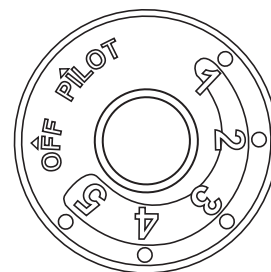
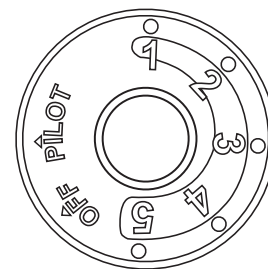

Fig. 22b
Fig. 23b
3. Gire la perilla de control  hacia la derecha a la posición "OFF" (Ver Fig. 22b)
4. Espere cinco (5) minutos para que se vacíe todo el gas. Luego huela en busca de gas, incluyendo cerca del piso. Si huele gas, ¡ALTO! Siga "B" en la información de seguridad anterior. Si no huele a gas, vaya al siguiente paso.
5. Gire la perilla de control  hacia la izquierda a la posición "PILOT" (Ver Fig. 23b) Oprima la perilla de control.